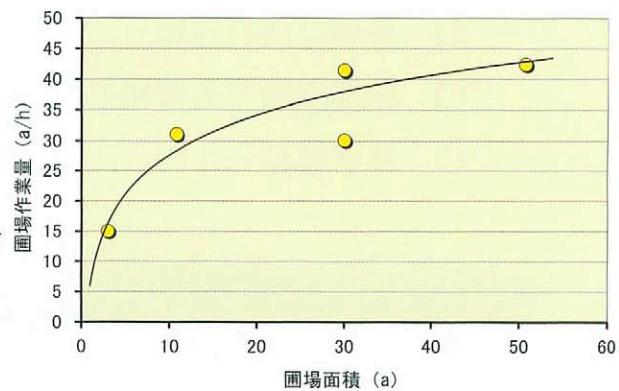

図2 トウモロコシ収穫時のほ場作業量測定例
- 乾物収量1.5~1.7t/10aの時のほ場作業量の測定例を図2に示します。ただし、収量が多い場合や、ほ場の形状が不整形であるとほ場作業量は低下します。